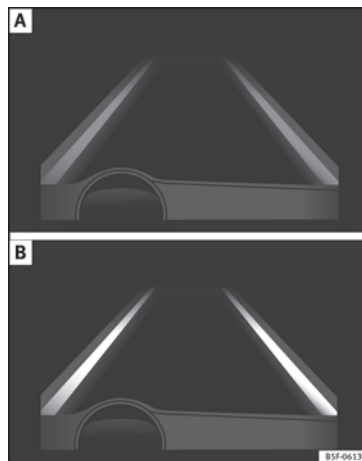

Fig. 191 En la pantalla del cuadro de instrumentos: indicación en la pantalla del sistema de aviso de salida del carril (ejemplo 1).
- El sistema está activado, pero no disponible, bien por no haber alcanzado la velocidad mínima o bien porque no reconoce las líneas de carril » **fig. 191 A**.
- El sistema está activado y disponible, tiene las dos líneas del carril reconocidas. En este momento no está corrigiendo la trayectoria » **fig. 191 B**.